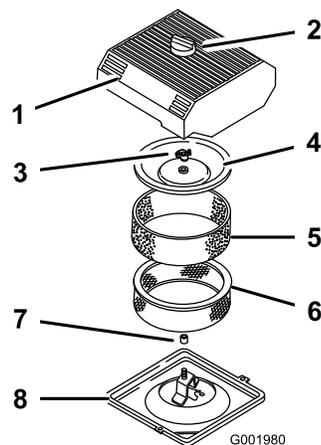

图 39
3. 清洁空气滤清器的周围、防止灰尘进入发动机并导致损害 (图 39)。
4. 松开空气滤清器盖上的旋钮取下滤清器盖 图 39。
5. 小心将泡沫滤芯滑出纸质滤芯 (图 39)。
6. 卸下护罩螺母取下护罩和纸质滤芯 图 39。
1. 小心将泡沫滤芯滑落到纸质空气滤清器滤芯上图 39。
3. 安装护罩螺母、用手指拧紧护罩(图 39)。
4. 安装空气滤清器盖和旋钮图 39。